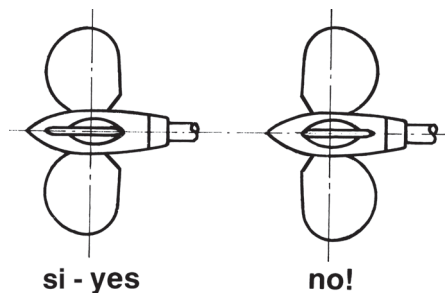

Fig. 4
- D) Orientate le pale nella loro posizione di bandiera (cioè perfettamente allineate con l'asse del corpo dell'elica), facendo attenzione che il loro profilo sia come quello mostrato in Fig. 4
Move the blades into the feathered position, making sure that the rounded trailing edges of the blades are aft as shown in Fig. 4
- In posizione di bandiera le pale devono essere perfettamente allineate ed orientate come in Fig. 4
- *In the feathered position the blades must be perfectly lined up and set like Fig. 4*